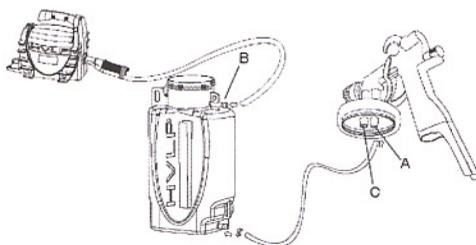

Fig. 3
3.) Fixez l'extrémité du tube simple avec le support pour tuyau, au bas du kit de pulvérisation (comme indiqué sur la figure 3). Attachez l'autre extrémité du tube avec le support pour tuyau au port de prise du pistolet de pulvérisation (symbolisé par la lettre A sur la figure 3).
5.) Installez le tube fixé sur l'adaptateur du tuyau, à la partie supérieure du kit de pulvérisation (symbolisé par la lettre B sur la figure 3)